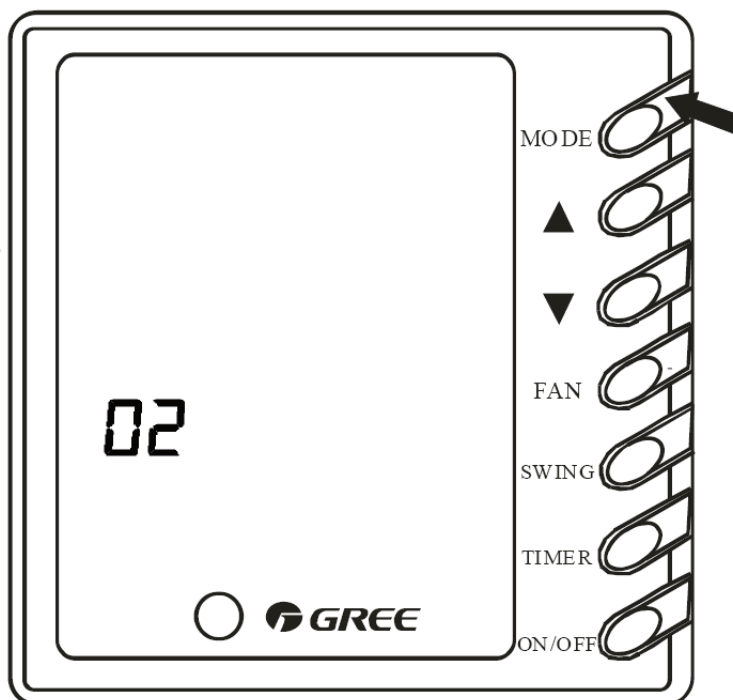

Fig 5
4.3.8 Minnesfunktionen (Fig.5)